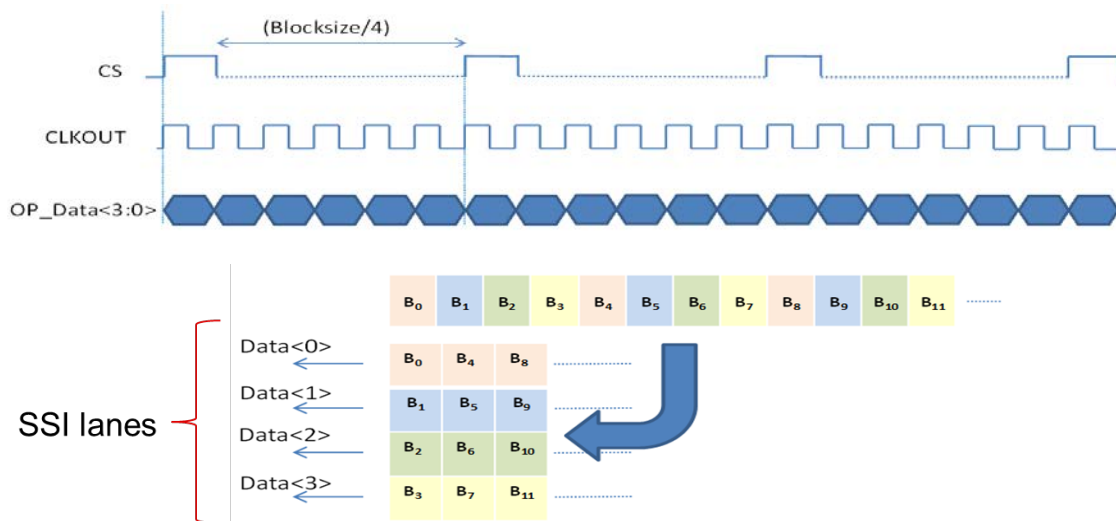

图 17: 4 通道 SSI 时序
**4 通道 SSI 同步串口模式：**如下图 17 时序和数据串行逻辑。CS 片选信号，极性可设置。数据按串行逻辑打散分别从 4 通道同步输出每个字节，每个字节从 LSB 开始。另外有 4 个字节的 0xFF 会插入到每一帧开始用来指示帧的起始。